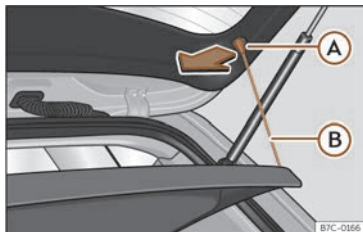

Fig. 115 Al maleter: desmuntar i muntar la safata.
- Desenganxeu els tirants de subjectació >>> **fig. 115** (B) dels allotjaments (A).
- Enganxeu els tirants de subjectació >>> **fig. 115** (B) a la porta posterior.